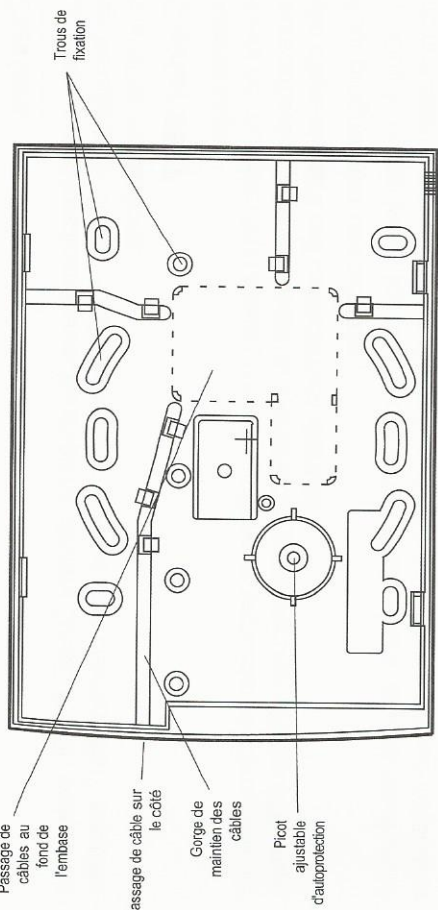

Figure 6. Embase du clavier 9827
L'embase du clavier 9827 possède un picot ajustable, qui permet au contact d'autoprotection d'être correctement actionné, même si la surface de pose est irrégulière. Se reporter à la figure 6, qui présente l'embase et la position des trous de fixation.
2. Maintenir en place l'embase contre le mur et marquer le trou central pour le picot ajustable d'autoprotection (se reporter à la figure 6).